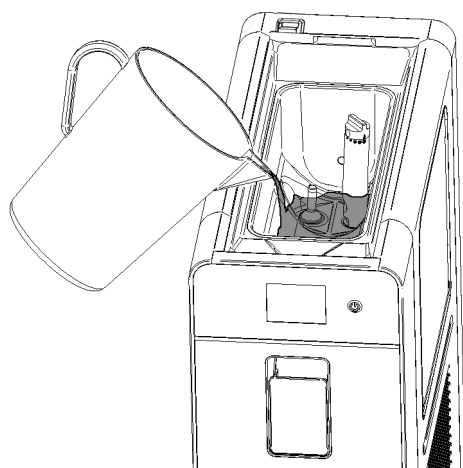

figura 4
**2** Vierta el preparado en la cuba superior y espere hasta que se llene el cilindro. Esta situación se verifica cuando ya no salen burbujas por los orificios presentes en el tubo de mezcla. (ver figura 4)